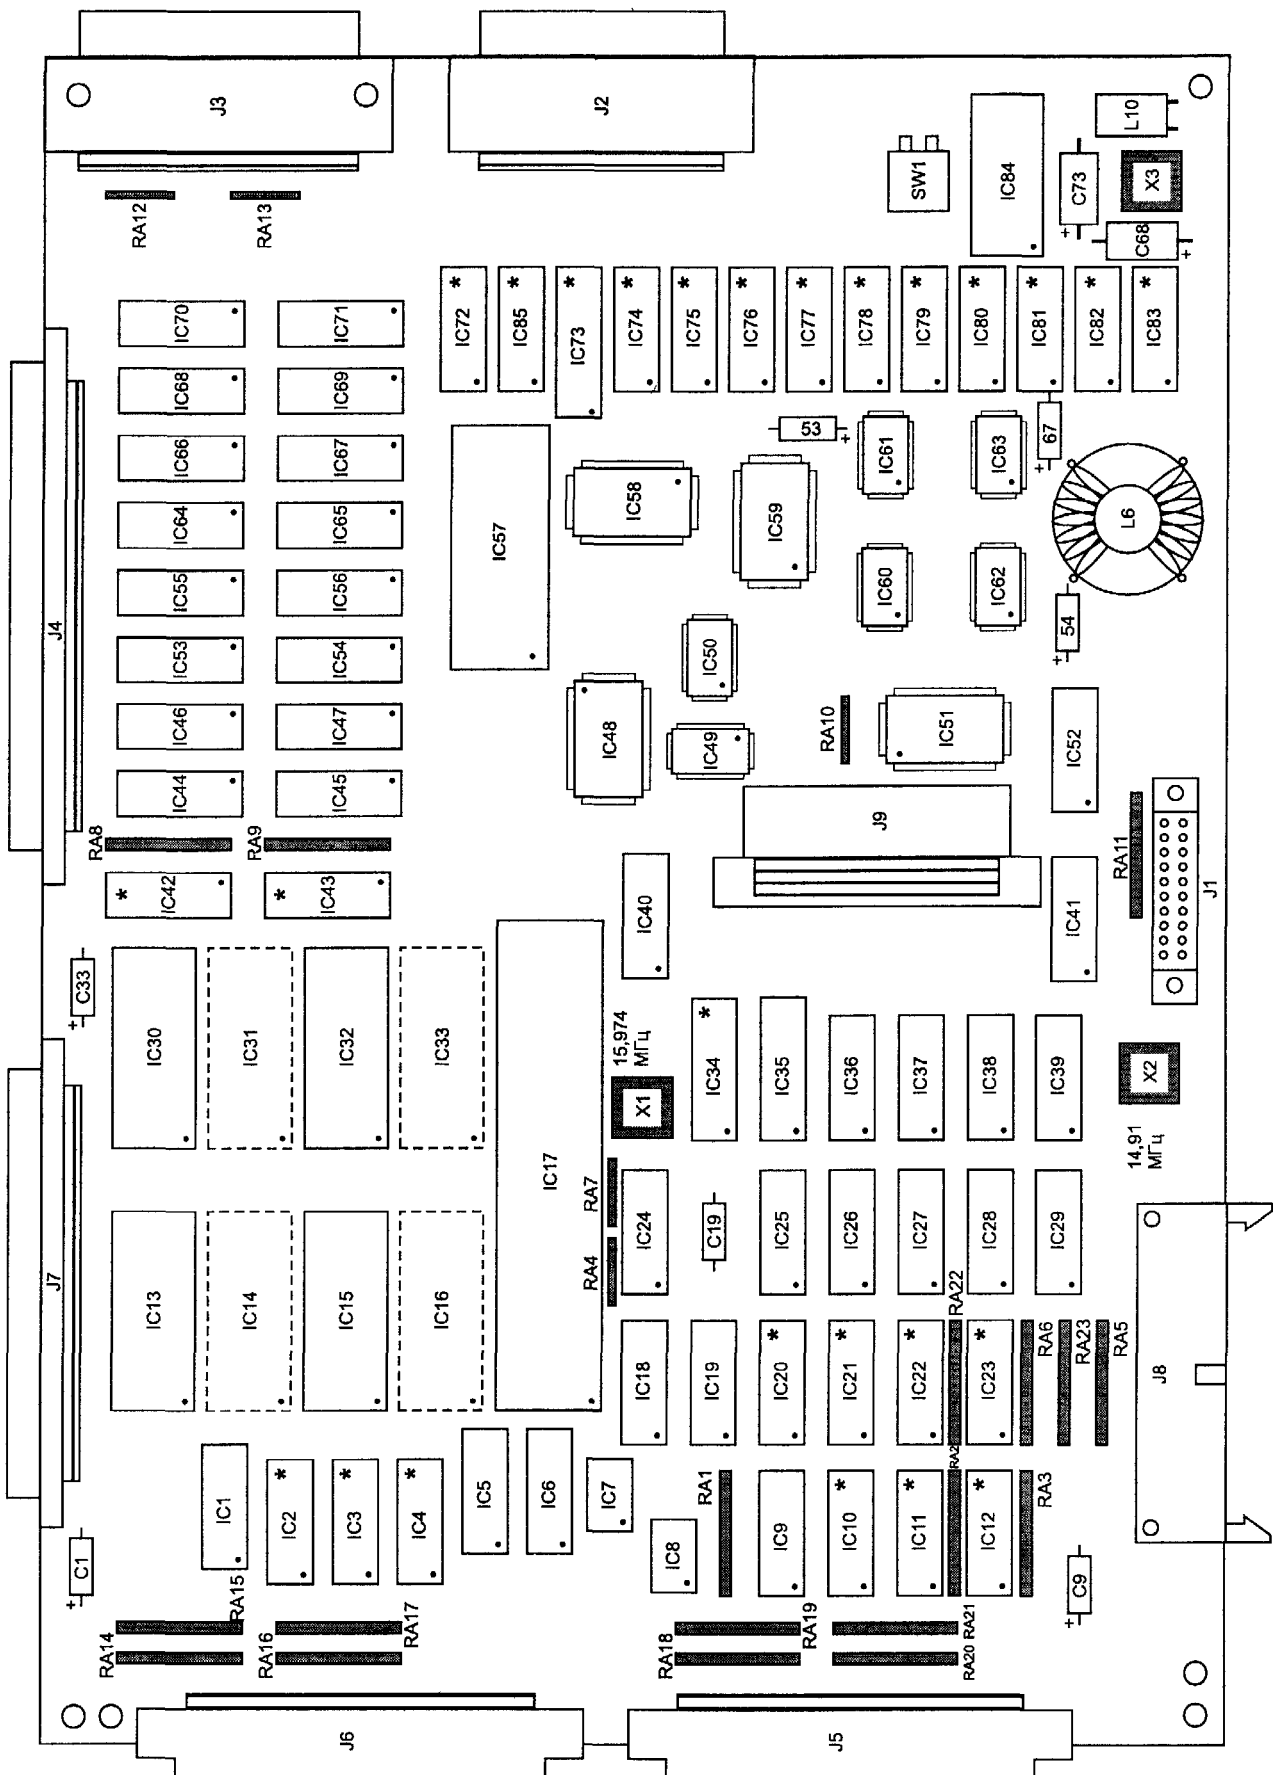

Рис. 2.11. Расположение радиокомпонент на интерфейсной плате принтера LJ II.
Расположение радиокомпонентов на интерфейсной плате показано на рис. 2.11, спецификация радиокомпонентов — в табл. 2.14, анализ причин неисправностей микросхем, отмеченных звездочкой на рис. 2.11, — в табл. 2.15.
**Наименее надежные микросхемы отмечены на рис. 2.11 звездочкой.**